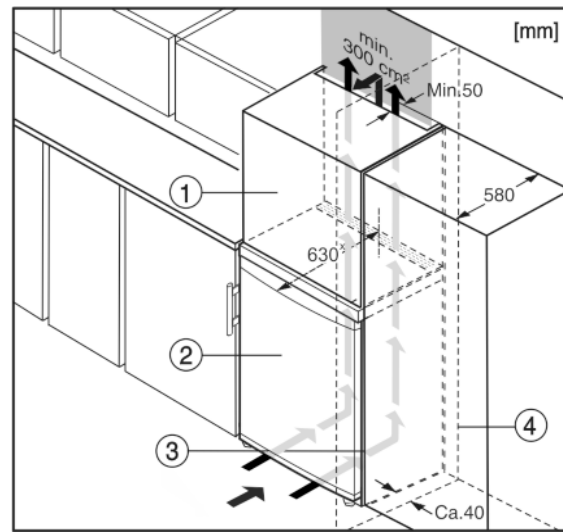

Fig. 10
El aparato se puede rodear de armarios de cocina. Para adaptar el aparato Fig. 10 (2) a la altura de la cocina, se puede instalar un armario Fig. 10 (1) correspondiente sobre el aparato. Si la cocina posee armarios (profundidad máx. 580 mm), el aparato se puede colocar directamente junto al armario de cocina Fig. 10 (3). El aparato sobresale 34 mm^x por los lados y 50 mm^x en el centro del aparato respecto al frente del armario de cocina.
Si el aparato se instala con las bisagras junto a una pared Fig. 10 (4), la distancia entre el aparato y la pared debe ser de como mínimo 40 mm. Esto equivale al saliente del tirador con la puerta abierta.